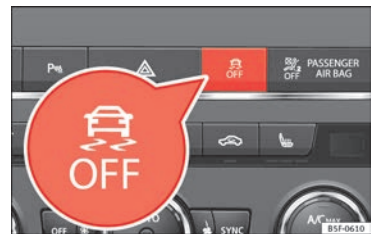

Abb. 190 Mittelkonsole: Taste zum Ein-/Ausschalten von ESC und ASR
- Taste  » **Abb. 190** etwa 1 Sekunde lang drücken, um ASR abzuschalten.
- Die Taste  » **Abb. 190** länger als 3 Sekunden drücken, und die elektronische Stabilitätskontrolle (ESC) wird einschließlich ASR ausgeschaltet.
- Die Funktion ASR und die elektronische Stabilitätskontrolle ESC werden durch Drücken der Taste  » **Abb. 190** wieder eingeschaltet.